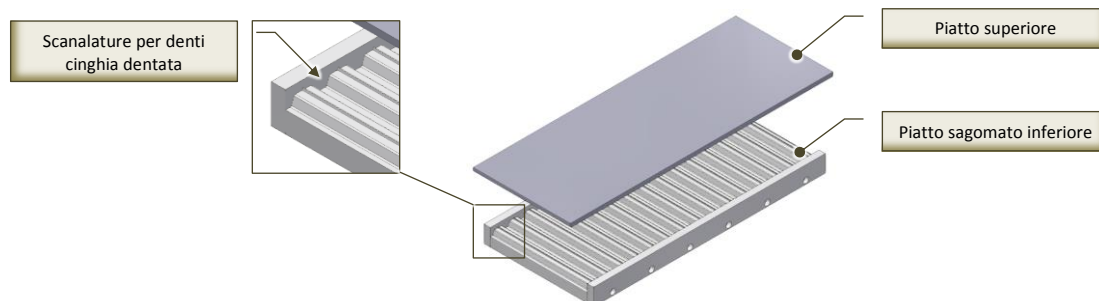

Fig. 8-5 – Posizionamento cinghia dentata HabaSYNC su joining plates
3. Nel caso si voglia riparare una cinghia dentata HabaSYNC, caricarla nelle joining plates (Fig. 8-5):